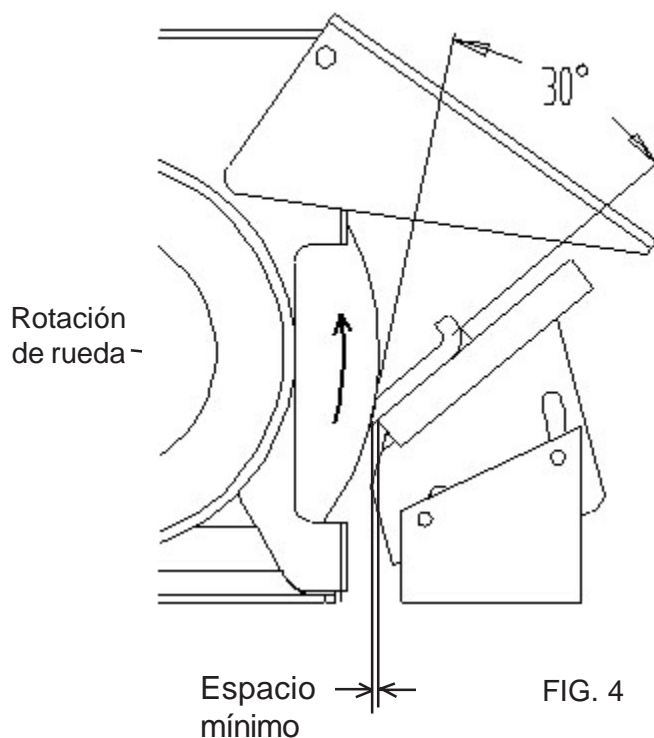

FIG. 4
**NOTA:** Por la relación de la rueda de rectificad y la guía de cuchilla durante el rectificad, esta rectificadora dará una superficie levemente cóncava. Vea FIG. 4. Esto es normal y aceptable.
**B.** Prenda el motor. La rueda de rectificar rotará hacia arriba para que la rueda gire hacia la cuchilla. Vea FIG 4.